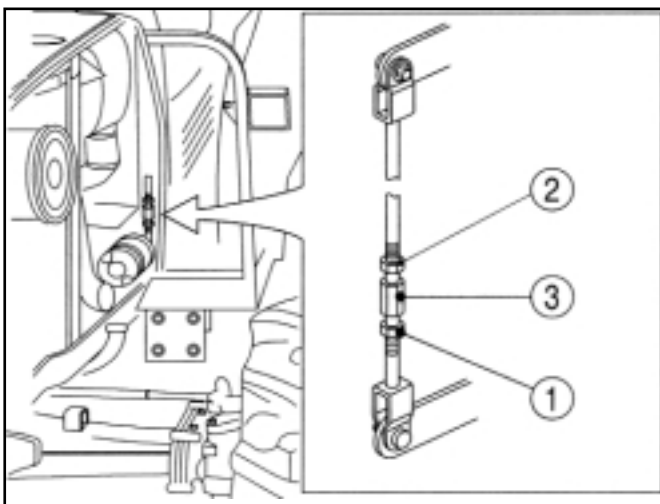

FIG. 117 / ABB. 117 / FIG. 117
Pour régler le jeu de la pédale, démontez le panneau gauche du capot, desserrez l'écrou (1) (filet droit) dans la Fig. 117 et serrez l'écrou (2) (filet gauche). Ajustez le tendeur (3) pour arriver à un jeu correct. Allonger l'ensemble augmentera le jeu, raccourcir l'ensemble diminuera le jeu.
Zum Einstellen des Kupplungspedalspiels die linke Seitenhaube abnehmen und die Sicherungsmutter (1) (Rechtsgewinde) und Sicherungsmutter (2) (Linksgewinde) in Abb. 117 lockern. Den Spanner (3) drehen, bis das korrekte Pedalspiel resultiert. Durch Verlängern der Stange erhöht sich das Spiel, durch Verkürzen wird es reduziert.
Om de speling op de koppelingspedaal aan te passen verwijdert u het linkerzijpaneel van de motorkap en schroeft u de contraoer met rechtse draad (1) in Fig.117 en de contraoer met linkse draad (2) los. Pas de spanschroef (3) op de verbinding aan totdat u de correcte speling verkrijgt. Wanneer u de verbinding langer maakt, neemt de speling toe; wanneer u ze korter maakt, neemt de speling af.